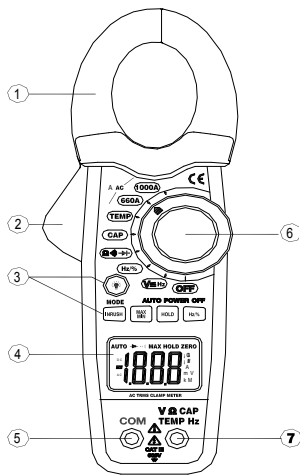

Рис.5.2.3 Модель 3366/68
- Вставьте черный измерительный провод в гнездо COM (**позиция 5 рис.5.2.3**), а красный измерительный провод в гнездо V (**позиция 7 рис.5.2.3**)
- Включите прибор, установив функциональный переключатель (**позиция 6 рис.5.2.3**) на диапазон Vac.
- Включите прибор, установив функциональный переключатель (**позиция 6 рис.5.2.3**) на диапазон Vac/dc.
- Включите прибор, установив функциональный переключатель (**позиция 6 рис.5.2.3**) на диапазон Vdc.
- Установите переключатель функций (**позиций 6 рис.5.2.3** на деление •))) □.
Внимание: на передней панели модели 3360 символ емкости не установлен, поэтому при измерении емкости установите переключатель функций (**позиция 6 рис.5.2.3** на деление •))) □.
- Включите прибор, установив переключатель функций (**позиция 6 рис.5.2.3** на деление •))). CAP
- Вставьте черный измерительный провод в гнездо COM (позиция 5 рис.5.2.3), а красный измерительный провод в гнездо V (позиция 7 рис.5.2.3).
- Включите прибор, установив переключатель функций (позиция 6 рис.5.2.3) на деление CAP.
- Вставьте термопару типа-K в оба гнезда (позиции 6 и 5 рис.5.2.3), соблюдая полярность.
- Включите прибор, установив переключатель функций (позиция 6 рис.5.2.3) на деление "Hz %".
- Вставьте черный измерительный провод в гнездо COM (позиция 5 рис.5.2.3), а красный измерительный провод в гнездо Hz (позиция 7 рис.5.2.3).